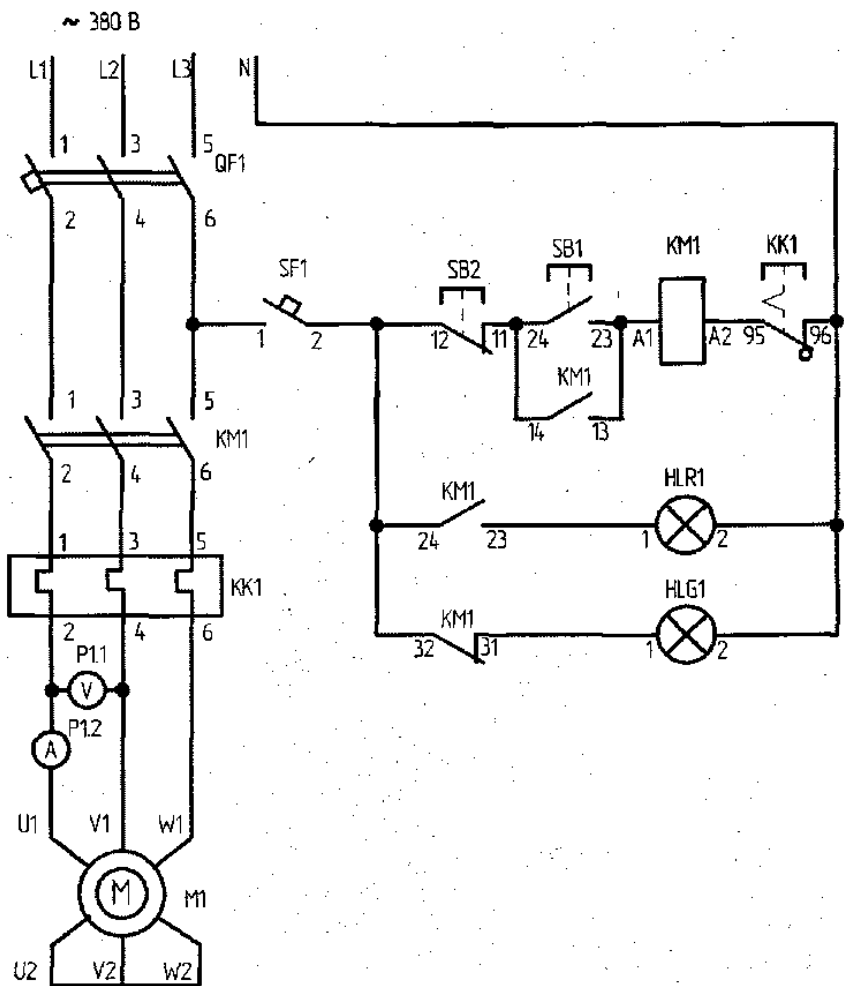
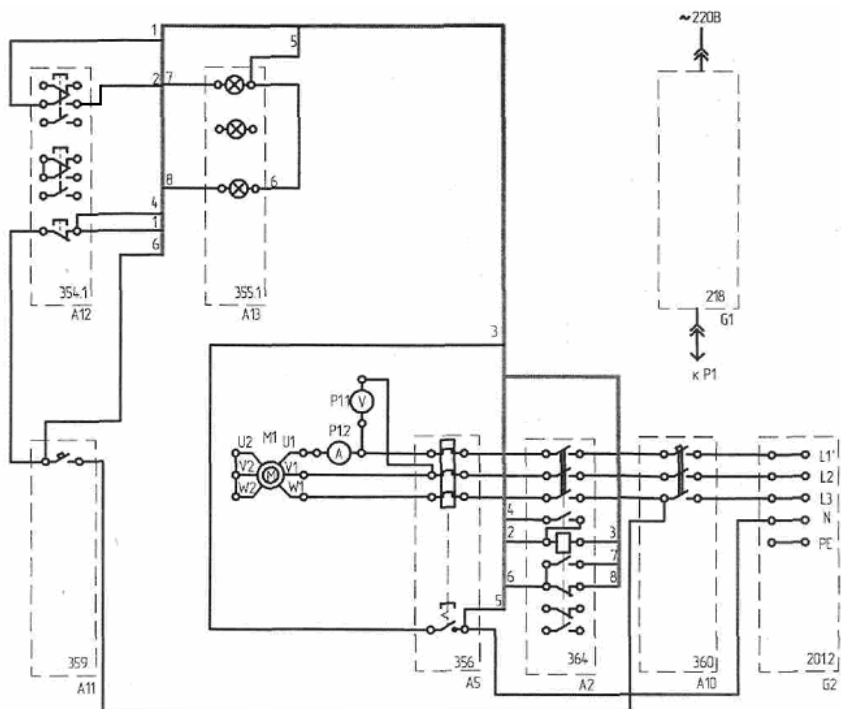

Рис. 5.1. Схема электрическая принципиальная магнитного пускателя с нереверсивной схемой управления
Рис. 5.2. Схема электрическая соединений элементов стенда для исследования неререверсивного магнитного пускателя
**К пункту 1.2.** Собрать схему по рис. 5.1 (принципиальная) и рис. 5.2 (монтажная).